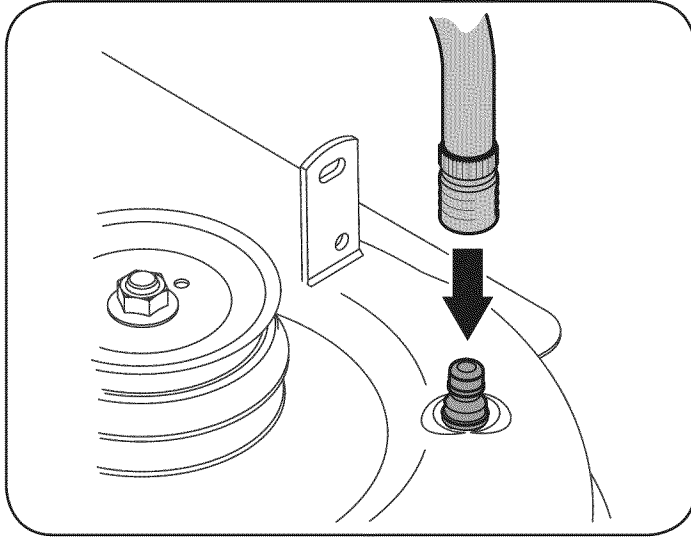

Figura 17
- Una el acople de la manguera al puerto de agua que se encuentra en la superficie de la plataforma. Vea la Figura 17.